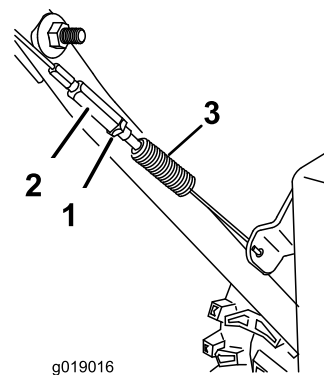

Рисунок 31
1. Ослабьте зажимную гайку (Рисунок 31).
2. Ослабьте или затяните винтовую стяжку для регулировки зазора между штифтом и передней кромкой паза (Рисунок 31).
3. Затяните зажимную гайку (Рисунок 31).